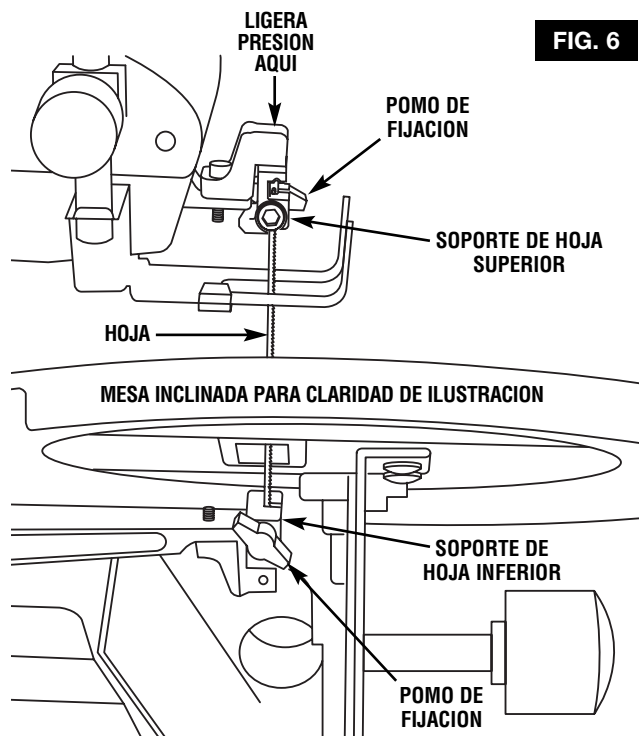

FIG. 6
NOTA: Para cortar y evitar una elevación incontrolable de la pieza de trabajo, los dientes de la hoja utilizada en la sierra de caladora siempre deben estar orientados hacia abajo tal como se muestra en la (Fig. 6) una vez que estén instalados.
3. Instale la hoja introduciendo uno de sus extremos a través del agujero de acceso de la mesa y centrando la hoja en la ranura para la hoja de los soportes de hoja superior e inferior. Para sujetar firmemente la hoja, apriete el pomo de fijación que está en los soportes de hoja superior e inferior. Si lo desea, la llave Allen suministrada puede ayudar a apretar firmemente la hoja en los soportes de hoja superior e inferior (Fig. 6).